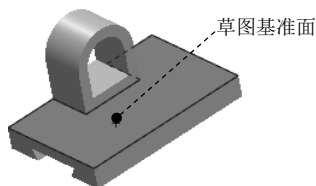

图 5.1.28 选取草图基准面
(1) 选取草图基准面。选取如图 5.1.28 所示的模型表面作为草图基准面。